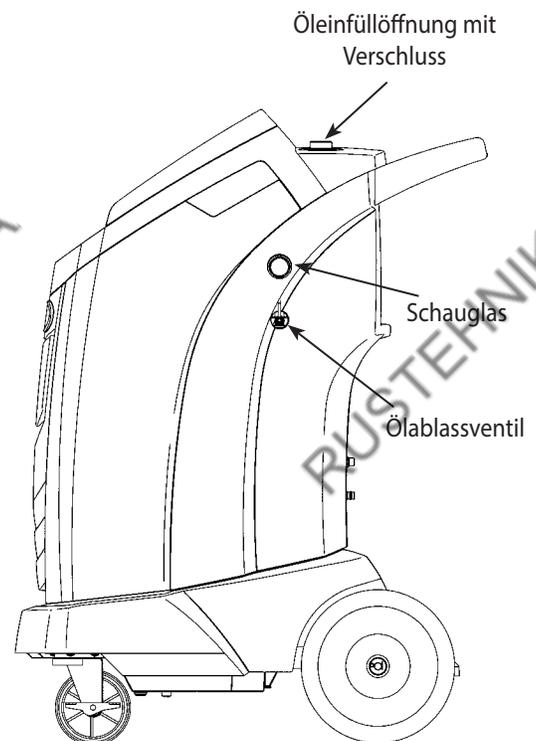

Abbildung 14
3. Öffnen Sie LANGSAM den Verschluss der Öleinfüllöffnung, um zu prüfen, ob das Gerät drucklos ist. Nehmen Sie den Verschluss dann vorsichtig ab. Siehe Abbildung 14.